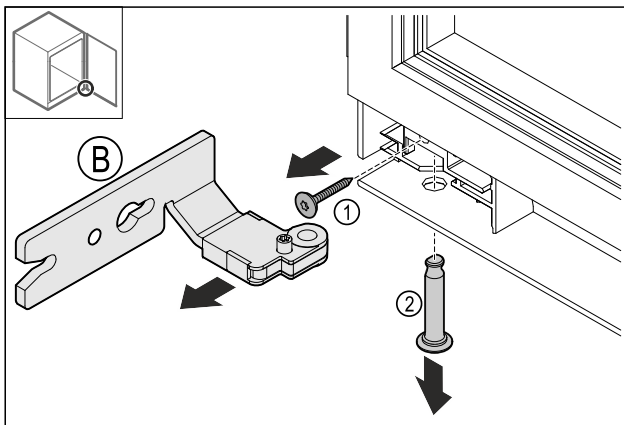

Fig. 15
- Hiqni vidën Fig. 15 (1).
- Hiqni bulonat Fig. 15 (2).
- Hiqni menteshën Fig. 15 (B).